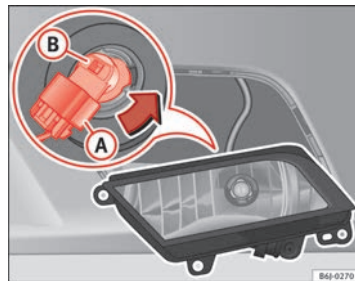

Abb. 168 Nebelscheinwerfer
- Ziehen Sie den Stecker ⇒ Abb. 168 (A) von der Lampe ab.
- Den Lampenträger ⇒ Abb. 168 (B) nach links drehen und ziehen.